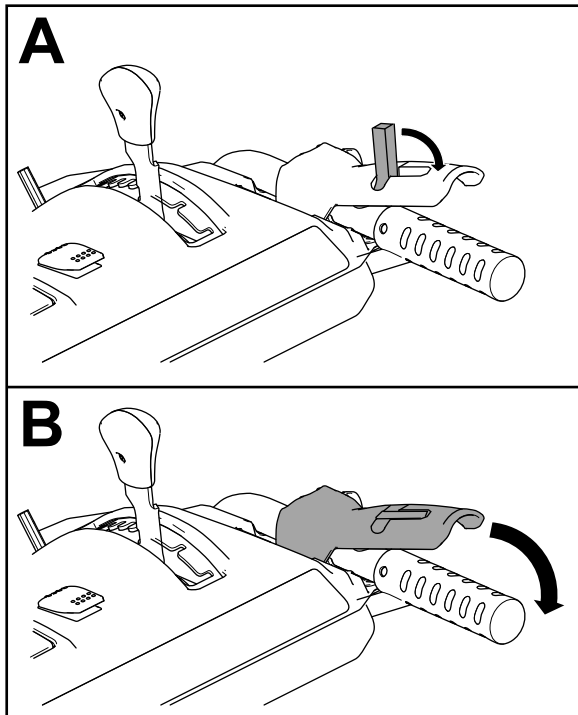

Figura 22
1. Para engranar la transmisión del sinfín/impulsor, mueva hacia atrás el interruptor de bloqueo de la palanca, y a continuación, apriete la palanca derecha (sinfín/impulsor) contra la empuñadura (Figura 22).